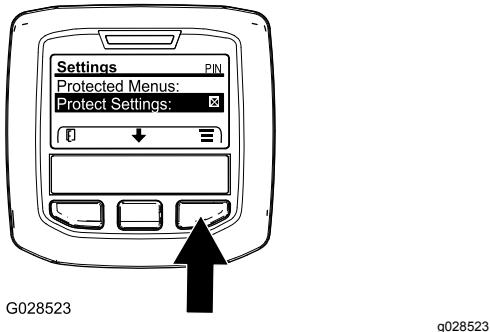

Figura 29
- Aceda ao menu protegido e desbloqueie o submenu de definições protegidas (Figura 29); consulte Acesso aos menus protegidos (página 17).